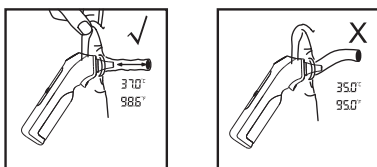

Abbildung 8
3. Führen Sie die Sonde entlang des Gehörgangs so tief wie möglich in das Ohr ein, wie in Abbildung 8 dargestellt. Drücken Sie dann einmal die Messtaste, um die Messung zu starten. Etwa 1 Sekunde nach Betätigung der Messtaste ertönt ein langes Tonsignal. Dies signalisiert das Ende des Vorgangs und die Ergebnisse werden auf dem LCD-Display angezeigt.